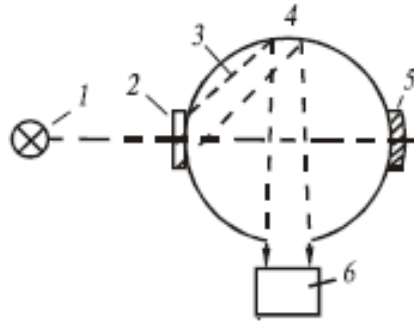

Рис. 4. Схема вимірювання коефіцієнта поглинання
7. Навести схему вимірювання коефіцієнта поглинання (рис. 4).